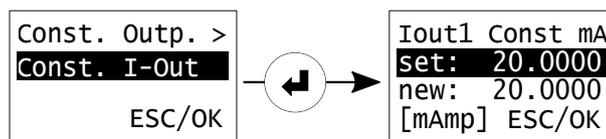

Abbildung 6.8: Einstellung des konstanten Stromausgangs.
5. **Einstellung des Werts des konstanten Stromausgangs:** Falls Sie den Modus **Const. Outp.** gewählt haben, können Sie den Wert des Konstantstromausgangs manuell ändern, indem Sie den Cursor auf die zweite Displayzeile **Const. I-Out** bewegen, auf <ENTER> klicken und den gewünschten Wert eingeben, gefolgt von einem Klick auf **OK** (s. Abbildung 6.8). Falls Sie den Stromausgang nicht nutzen, kann dieser auf einen konstanten Wert 0 gesetzt werden.